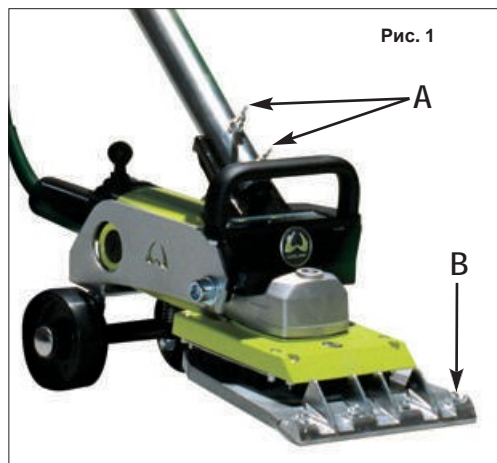

Рис. 1
Поверх внутренней трубки надевается внешняя трубка (Рис. 1). Внешняя трубка позволяет менять длину с помощью зажимных винтов. В конец трубки вставляется рукоятка и фиксируется зажимным винтом (С). Зажимной винт (D) служит регулировке длины рукоятки (S. 23).